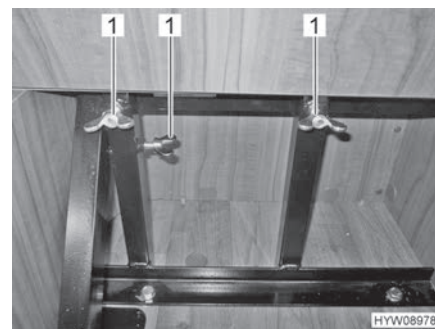

Fig. 14 Bloquer le siège emboîtable avec des écrous à oreilles
- Bloquer le siège emboîtable avec des écrous à oreilles (Fig. 14,1).